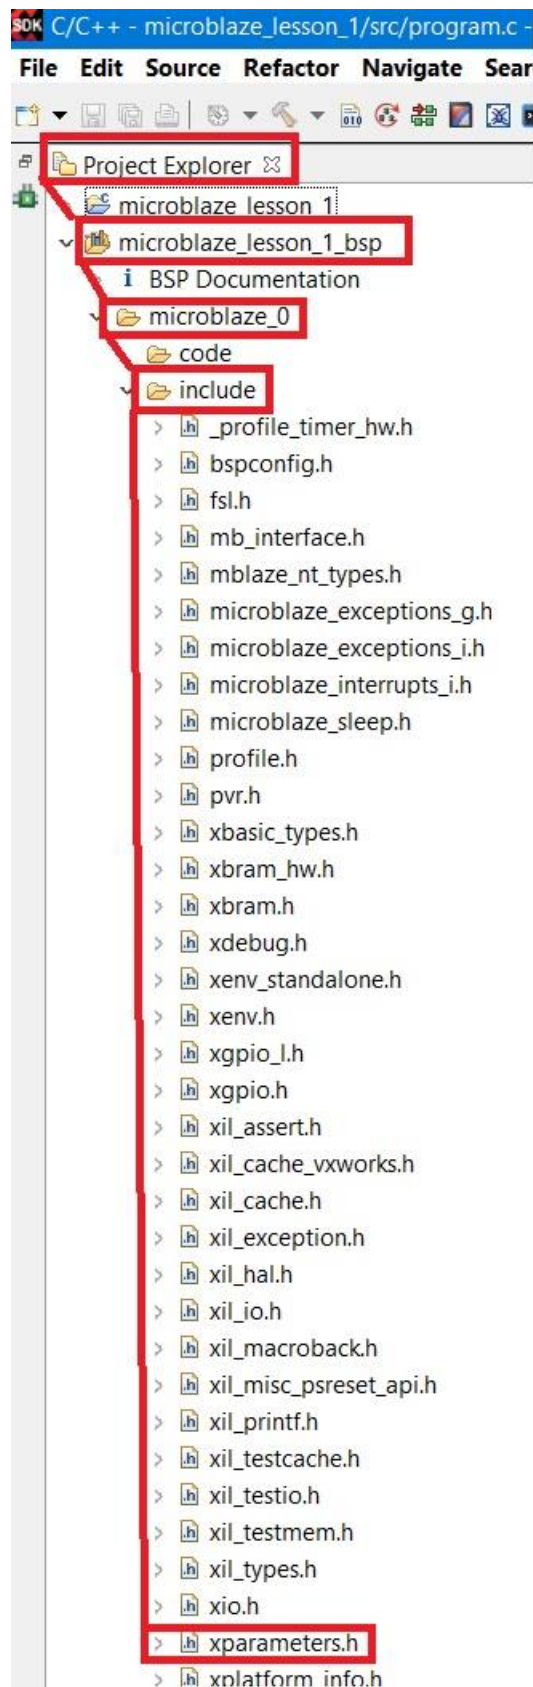

Рисунок 64 Расположение файла хparameters.h
Файл xparameters.h является одним из наиболее важных файлов, который содержит адреса и номера устройств на шине нашей процессорной системы. Именно в нём определён номер (ID) нашего GPIO - XPAR_GPIO_0_DEVICE_ID. Если бы GPIO модулей было бы несколько, то для каждого из них было бы отдельное описание параметров адреса, ID и т.д. Файл xparameters.h можно найти (рис. 64) в Project Explorer – название_приложения_bsp – процессор – include